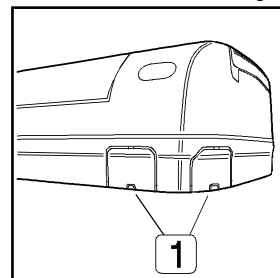

Fig.3
1. Détacher la plaque prédécoupée (1-Fig.3) dans la direction désirée.